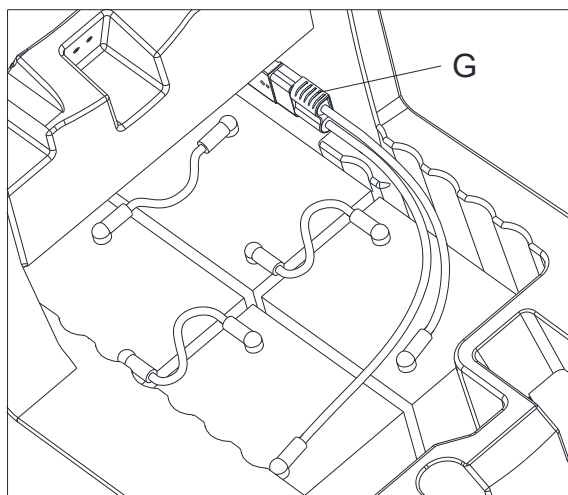

Рисунок 17
2. Отсоедините соединитель батареи (G, Рисунок 17).